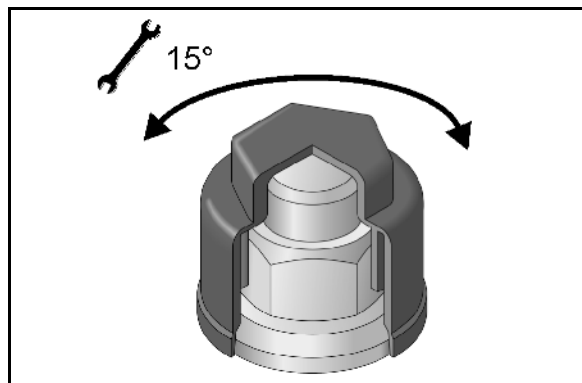

Fig. 174
- S'assurer que le cric (Fig. 174/1) est bien positionné sur la douille.